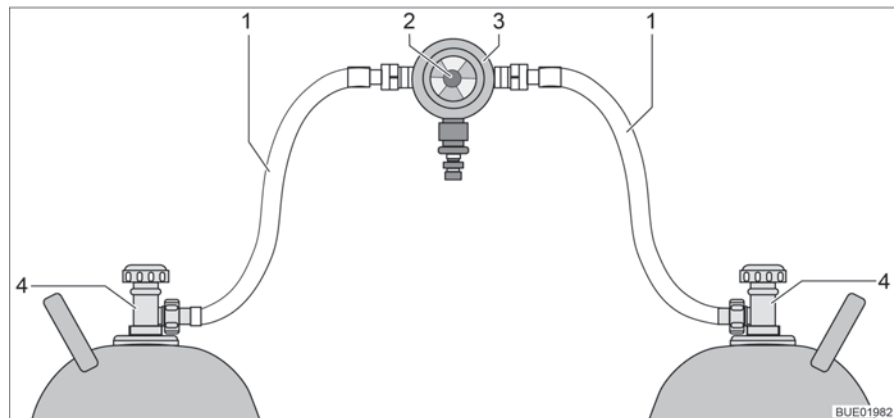
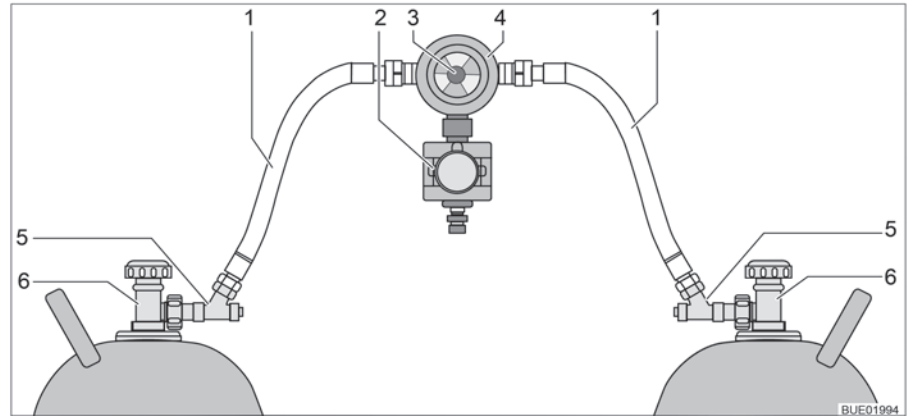

Fig. 110 Dispositif de commutation entre bouteilles de gaz
Fig. 111 Dispositif de commutation entre bouteilles de gaz avec CPU
Le dispositif de commutation entre bouteilles de gaz se compose d'un régulateur de pression du gaz combiné à une valve de commutation et indicateur (Fig. 110,3). Le dispositif de commutation entre bouteilles de gaz est monté entre les deux lyres (Fig. 110,1).
Le dispositif de commutation entre bouteilles de gaz se compose d'un régulateur de pression du gaz combiné à une valve de commutation et indicateur (Fig. 111,4) et d'une électrovanne (Fig. 111,2). L'électrovanne bloque l'arrivée du gaz au véhicule en cas de freinage brusque, d'accident ou de pente inhabituellement forte. Le dispositif de commutation entre bouteilles de gaz est monté entre les deux lyres (Fig. 111,1) avec des sécurités de rupture de tuyau (Fig. 111,5).
Le bouton rotatif (Fig. 110,2 ou Fig. 111,3), situé sur le dispositif de commutation entre bouteilles de gaz permet de définir laquelle des bouteilles de gaz est celle de service et laquelle est celle de réserve.
Seules les fonctions électriques peuvent être activées sur l'unité de commande (Fig. 112). Les robinets principaux des bouteilles de gaz (Fig. 110,4 et Fig. 111,6) doivent être ouverts ou fermés manuellement.
- Ouvrir les robinets principaux des bouteilles de gaz (Fig. 110,4 ou Fig. 111,6).
- Appuyer sur les sécurités de rupture de tuyau (Fig. 111,5) l'une après l'autre pendant 10 secondes.
- Choisir la bouteille de gaz avec le bouton rotatif (Fig. 110,2 ou Fig. 111,3) du dispositif de commutation à partir de laquelle le gaz doit être utilisé prioritairement (bouteille de service).
- Fermer les robinets principaux des bouteilles de gaz (Fig. 110,4 ou Fig. 111,6).